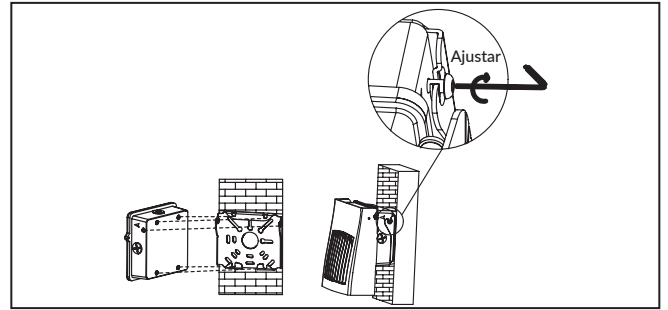

Figura 10
11. Tire hacia arriba y separe el luminario. Colóquelo en la placa de montaje utilizando todos los tornillos para colgar de la parte superior, inferior y lateral en los ganchos correspondientes de la placa de montaje (superior con superior, inferior con inferior, lateral con lateral). Ajuste los dos tornillos de retención laterales para asegurar el luminario. (Figura 10)